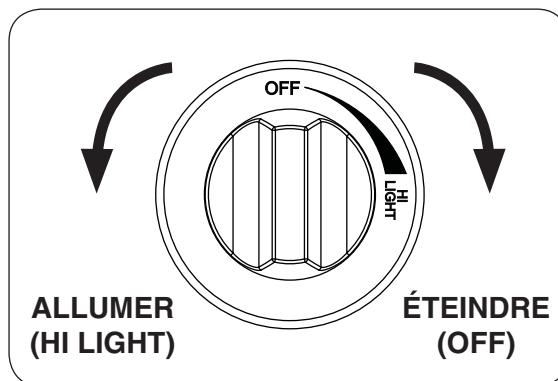

Fig. 22-2
4. **Une fois que le match est en feu et en position**, appuyer sur le bouton de contrôle du gaz et tournez dans le sens antihoraire à la position de **HI LIGHT (allumer)** (voir Fig. 22-2). Votre brûleur devrait s'allumer.
Pour éteindre le brûleur à gaz, appuyer sur le bouton de contrôle du gaz et tournez dans le sens horaire à la position **OFF (éteindre)** (voir Fig. 22-2). Assurez-vous que le bouton de commande est tourné complètement hors tension pour éviter toute fuite de gaz.